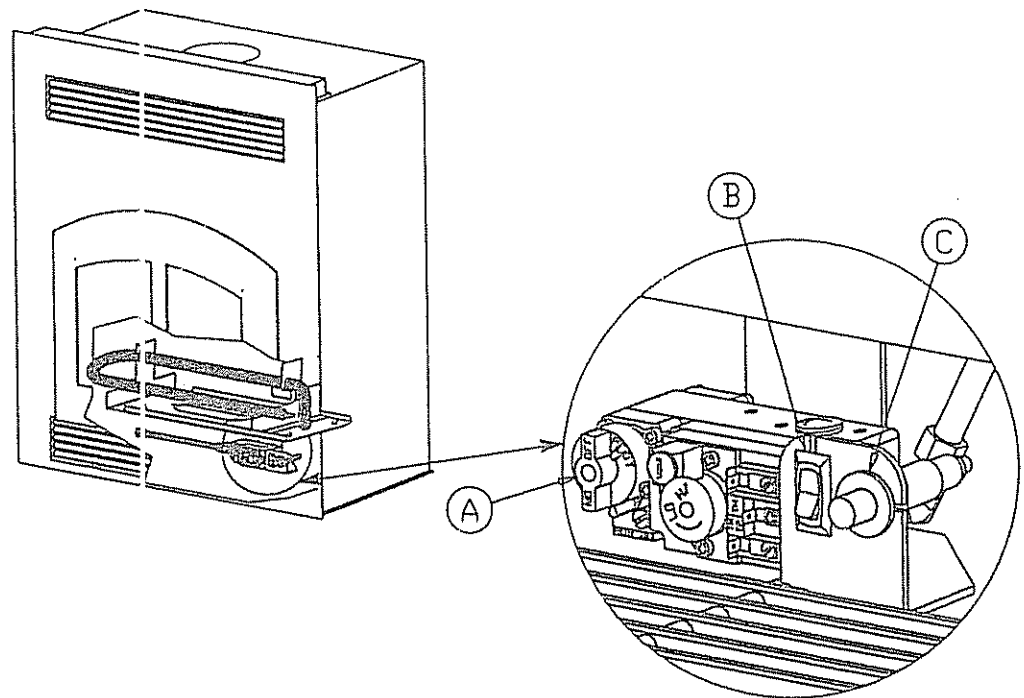

FIGURE 14
K) LIGHTING AND SHUTDOWN. See Figure 14.